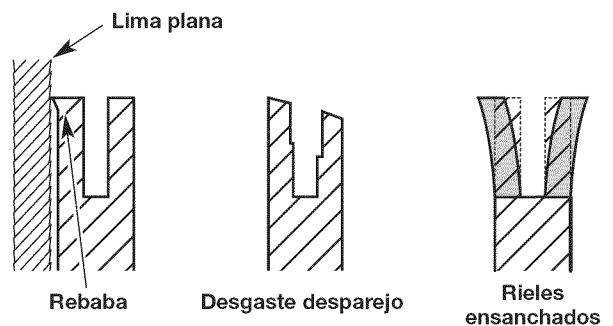

Fig. 40
- Controle frecuentemente si hay daño en la barra de guía (Fig. 40). El biselado y desbarbado de los carriles de la barra de guía (los rebordes a ambos lados de la canaleta de la barra) es un proceso normal del desgaste de la barra. Estas fallas deben corregirse con una lima tan pronto ocurren (Fig. 40). Una barra de guía con las fallas siguientes debe ser reemplazada: